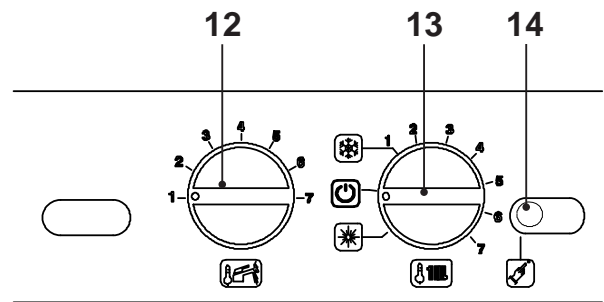

Fig. 5.85
- Per uscire dalla programmazione posizionare il selettore di funzione / manopola regolazione temperatura 13 come indicato in Fig. 5.85.